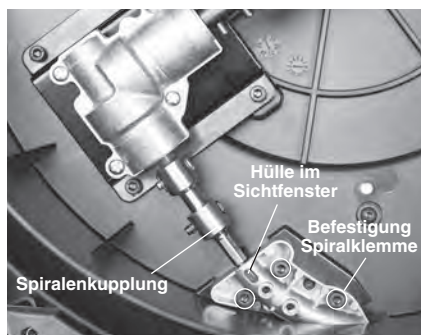

Abbildung 16 – Wechslen der Spirale
7. Bauen Sie die Maschine in umgekehrter Reihenfolge wieder zusammen und schrauben Sie alle Befestigungen wieder fest. Sicherstellen, dass die Hülle bis zum Ende des Sichtfensters in der Spiralklemme reicht (siehe Abbildung 16).